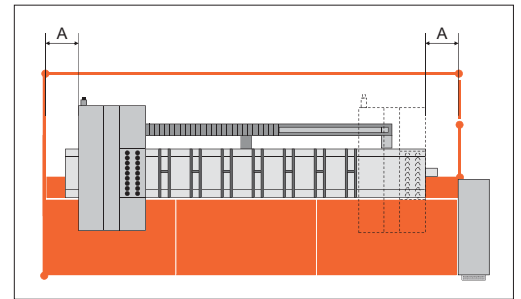

Fig. 4: protecteur fixe sur trois côtés prévenant l'accès à la zone dangereuse à l'exception de la zone de chargement et de déchargement.
7. La machine est-elle installée de manière à ce qu'une distance minimale de 500 mm soit respectée de chaque côté entre les parties mobiles de la machine et les enceintes fixes (ou parties du bâtiment)? (Fig. 4) oui non
- Sur les côtés et à l'arrière: enceinte fixe d'une hauteur minimale de 1800 mm ou parties de bâtiment fixes (Fig. 4).